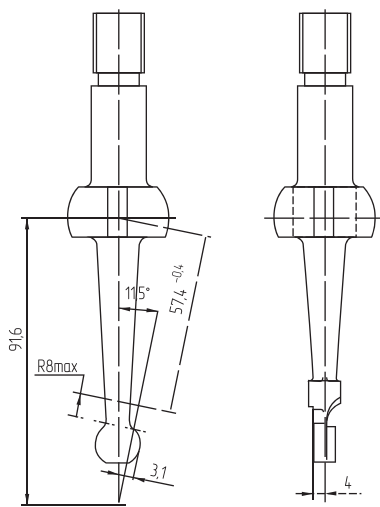

Рис. 21
4. Приобретите механизм переключения РК с каталожным номером 3163-00-1803010-00. При покупке убедитесь, что сам рычаг имеет конфигурацию согласно Рис. 21. Если до установки стоял однорычажный механизм старого образца, то возможно заменить рычаг переключения передач РК 3160-1803070 выпуска не ранее сентября 2009 г со специальной проточкой на нижнем конце рычага.